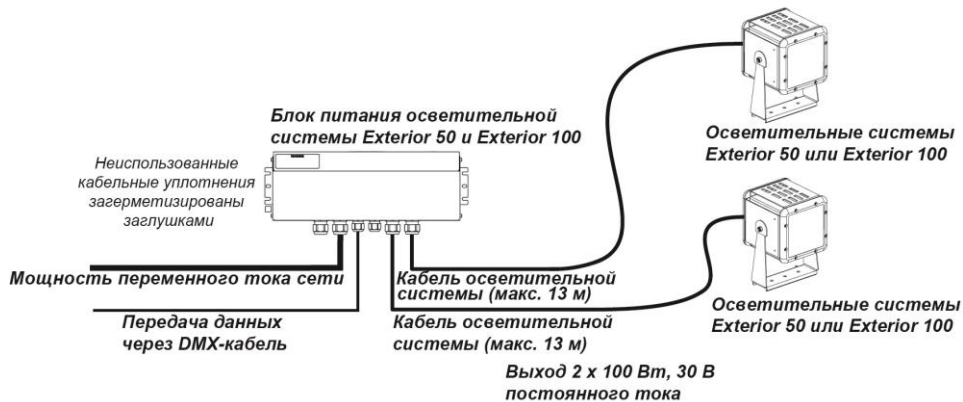

Рис. 2. Минимальная компоновка системы.
- две осветительных системы непосредственно через комбинированные кабели (силовой кабель + кабель передачи данных) (см. Рис. 2 на стр. 18)
На Рис. 2 показаны основные возможные варианты компоновки системы. В минимальной системе: